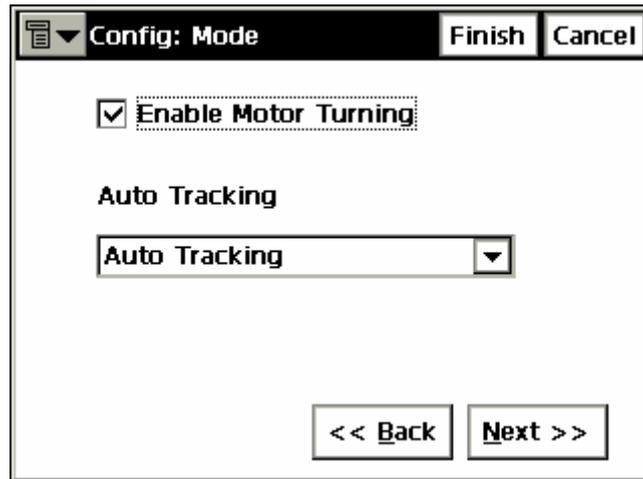

Рисунок 3-51. Настройка: Режим
7. Если при традиционной съемке Вы используете моторизованный тахеометр, Вы можете настроить его так, что он будет поворачиваться сам, для этого поставьте флажок в соответствующем поле в окне **Config: Mode** (рис. 3-51 на стр. 3-32). Наряду с этим Вы можете включить функцию слежения или автонаведения.